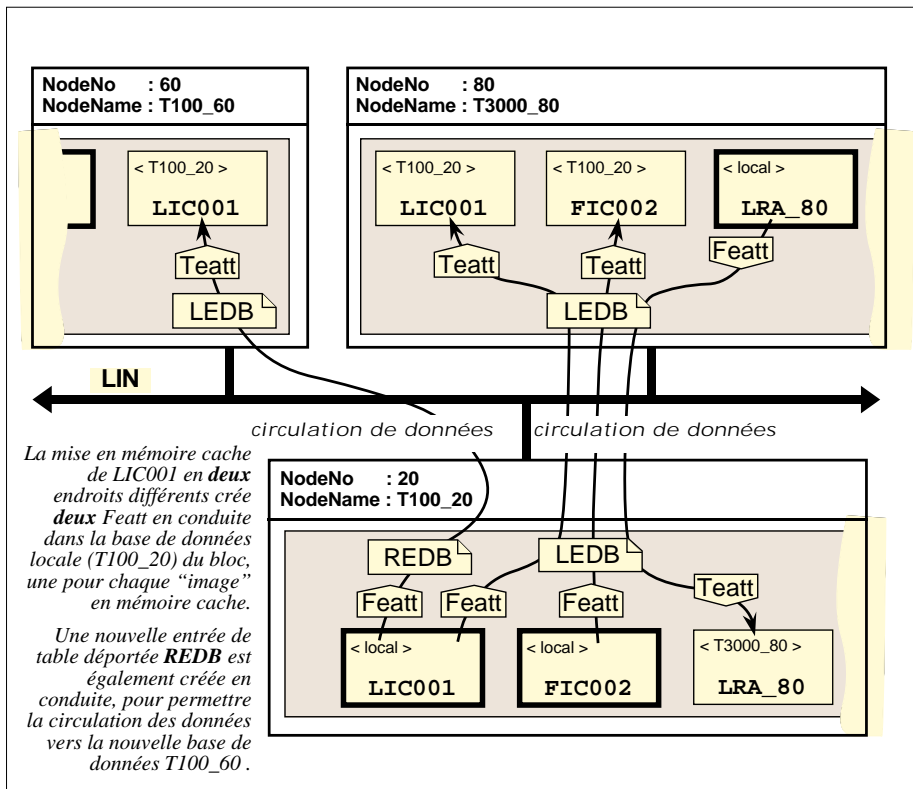

Figure B-6 Mise en mémoire cache de blocs entre trois noeuds
- 5 Mise en mémoire cache de blocs entre trois noeuds (figure B-6).
La figure B-6 montre qu'un troisième noeud a été connecté au réseau LIN — le T100_60 à l'adresse 60. Ce noeud a été configuré pour mettre en mémoire cache le bloc LIC001 sur le noeud T100_20, autrement dit, ce bloc est mis en mémoire cache simultanément sur deux noeuds différents. Comme d'habitude, une nouvelle entrée de table Teatt et LEDB est créée au moment de la configuration et sauvegardée dans la base de données du T100_60.